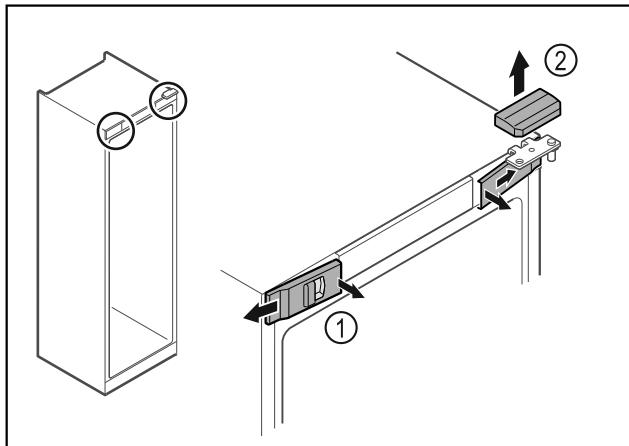

Fig. 10
- Nxirri nga foleja kapakët mbulues të përparmë Fig. 10 (1) në pjesën e brendshme dhe hiqni nga anash.
- Hiqni kapakun mbulues të sipërmi Fig. 10 (2) duke e ngritur lart.